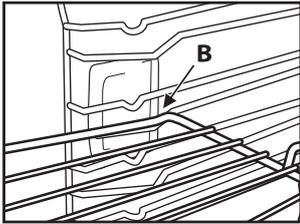

Abb. 2
2. Kippen Sie den Rost auf Höhe der Sperre „B“ (Abb. 2).